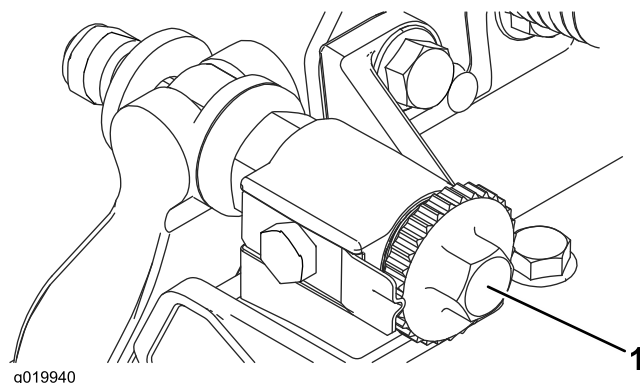

図 30
1. ベッドナイフ調整ノブ 図 30 を左に回して、ベッドナイフとリールの接触を完全になくす。